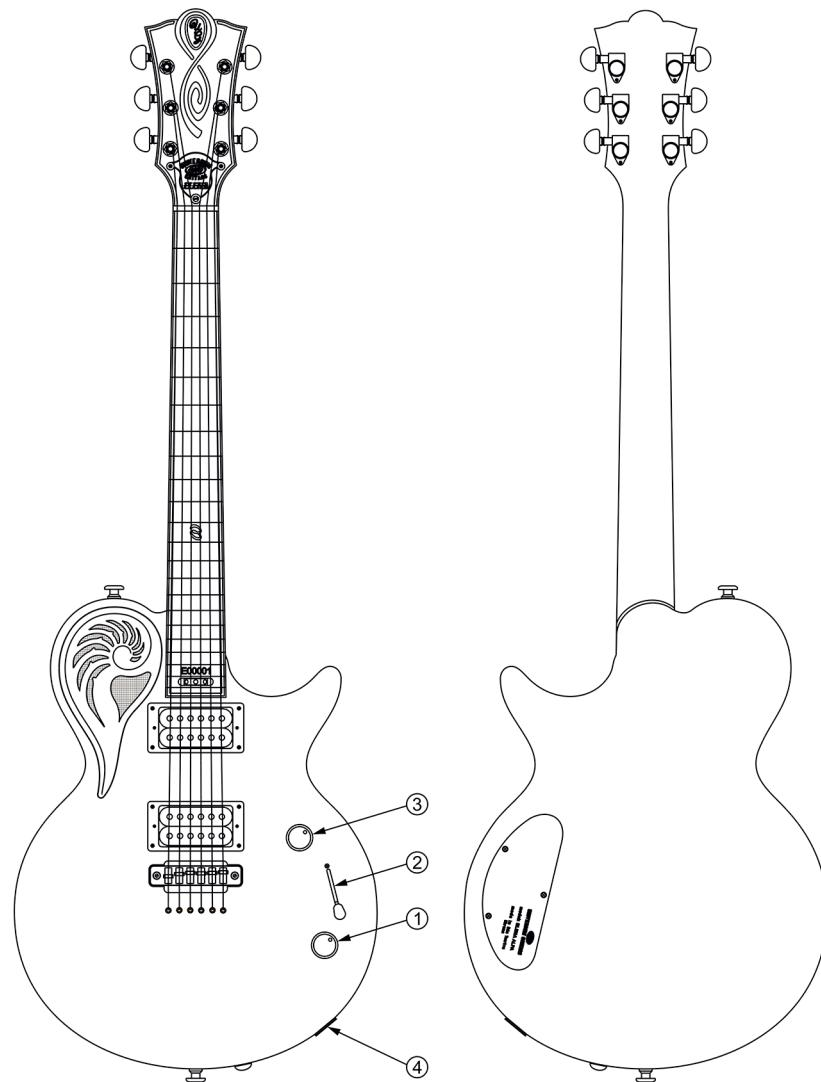

Fig. 21
- Enchufe de salida electromagnética (Fig.21 pos.4).
- 1) Manivela de potenciómetro de ajuste de tono (Fig.21 pos.1) con conmutador de dos posiciones tipo “Push-Pull”. Conmutador aísla una bobina en cada fonocaptor magnético.
- 2) Manivela de conmutador de tres posiciones (Fig.21 pos.2): conmuta diferentes combinaciones de fonocaptores electromagnéticos.
- 3) Manivela de potenciómetro de ajuste de volumen de guitarra eléctrica (Fig.21 pos.3).